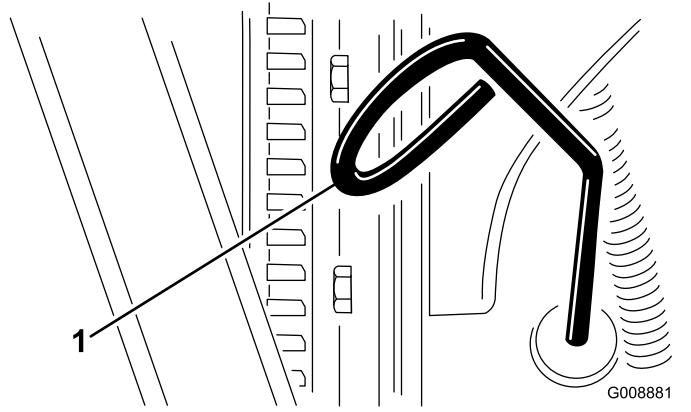

Figure 52
3. Sortez la jauge, essuyez-la sur un chiffon propre, replacez-la dans le goulot de remplissage, puis ressortez-la. Le niveau d'huile doit se situer entre les repères MINIMUM et MAXIMUM (Figure 52).
4. Si le niveau d'huile est trop bas, retirez le bouchon de remplissage et faites l'appoint d'huile jusqu'à ce que le niveau se situe entre les repères MINIMUM et MAXIMUM (Figure 52).